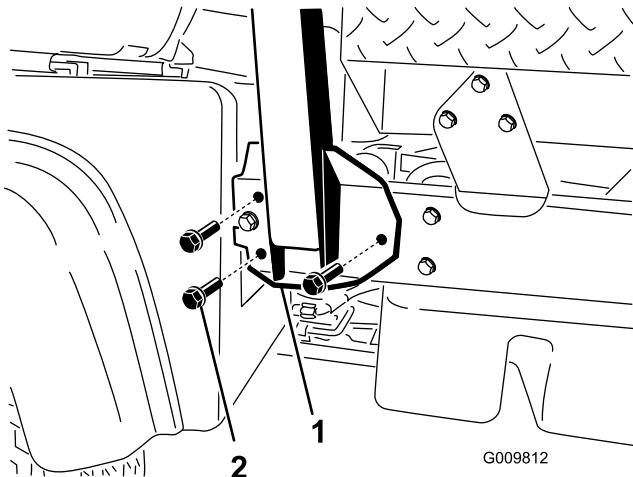

Bild 4
- Flüchten Sie jede Seite des Überrollschutzes mit den Befestigungslöchern an jeder Seite des Fahrzeugrahmens aus, wie in Bild 4 dargestellt.